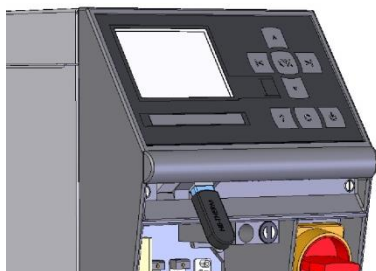

Fig. 74: Connecter le support de données USB
2. Connecter le support de données USB (Fig. 74).